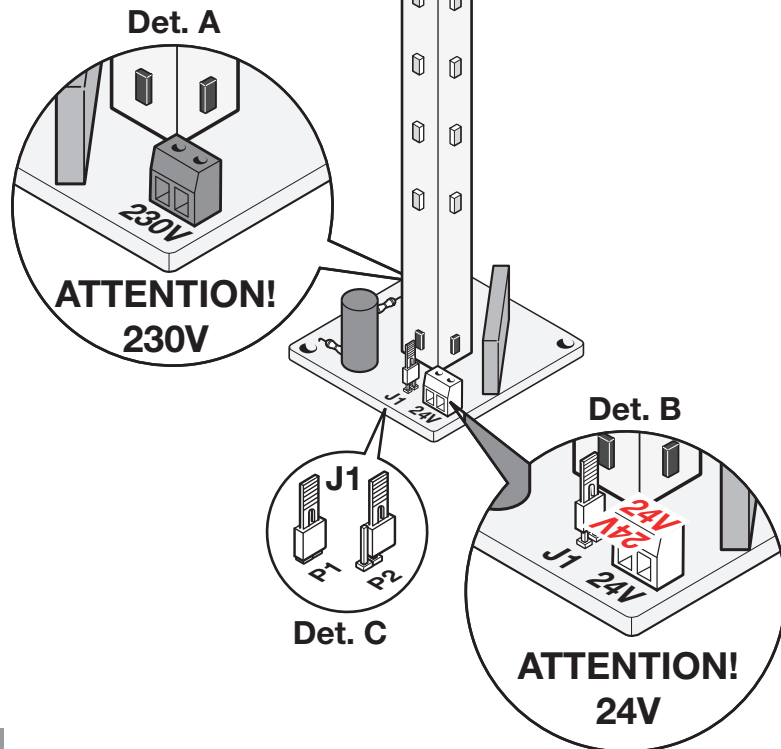

Fig. 4
- For a **230V** connection only use the **black** coloured terminal block as indicated in **fig. 4 - (Det. A)**
- For a **24V** connection only use the **green** coloured terminal block as indicated in **fig. 4 - (Det. B)**, after having removed the **24V** warning label
- Choose the lighting system, flashing/continuously lit using jumper **J1**, **fig. 4 - (Det. C)**:
- Pour le branchement **230V**, utiliser exclusivement le bornier noir, illustré sur la **fig. 4 - (Det. A)**
- Pour le branchement **24V**, utiliser exclusivement le bornier vert, illustré sur la **fig. 4 - (Det. B)**, sur lequel il faudra enlever préalablement l'étiquette de signalisation **24V**.
- Choisir le mode de fonctionnement, feu fixe/clignotant, au moyen du cavalier **J1**, **fig. 4 - (Det. C)**:
- Para la conexión a **230V** usa exclusivamente la placa de bornes negra indicada en la **fig. 4 - (Det. A)**
- Para la conexión a **24V** usa exclusivamente la placa de bornes verde indicada en la **fig. 4 - (Det. B)**, previa remoción de la etiqueta de aviso 24 V.
- Seleccionar el tipo de luz relampagueante, luz fija/relamp. usando el puente **J1**, **fig. 4 - (Det. C)**:
- Für den **230V-Anschluss** verwendet es ausschließlich die in **Abb. 4 – (Det. A)** gezeigte schwarze Klemmenleiste.
- Für den **24V-Anschluss** verwendet es ausschließlich die in **Abb. 4 – (Det. B)** gezeigte grüne Klemmenleiste nach Entfernung des **24V-Hinweisschildes**.
- Die Art des Blinkens – dauerleuchtend/blinkend – über die Benutzung von Jumper **J1**, **Abb. 4 – (Det. C)** auswählen: